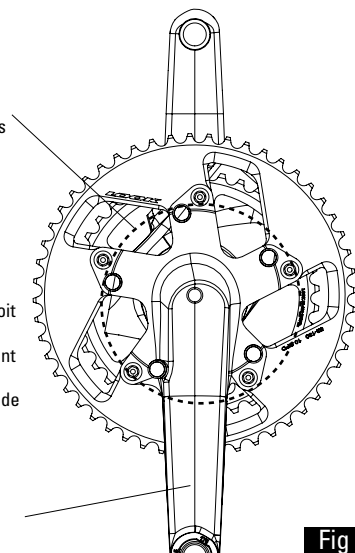

Fig 5
- Que les plateaux d'entraxe 130mm soient fixés par les cheminées de fixation dans les trous les plus à l'extérieur de l'étoile et que les plateaux d'entraxe 110mm soient fixés par les cheminées de fixation dans les trous les plus à l'intérieur comme le montre la figure 5.
- Que les gravures Look soient orientées comme sur la figure 5 pour les plateaux spécifiques Look.